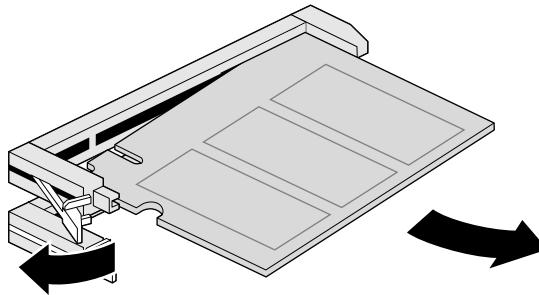

Figura 3-6 Rimozione di un modulo DIMM
7. Per rimuovere un modulo DIMM è necessario spingere la relativa leva verso sinistra, come illustrato nella Figura 3-6, quindi estrarre il modulo dallo slot.